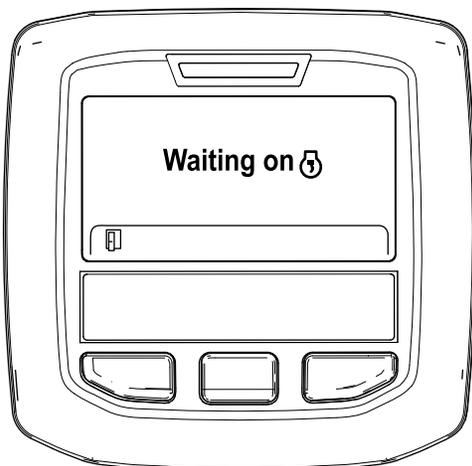

Рисунок 49
- В. Появится сообщение «Waiting on » («Ожидание») (Рисунок 49).